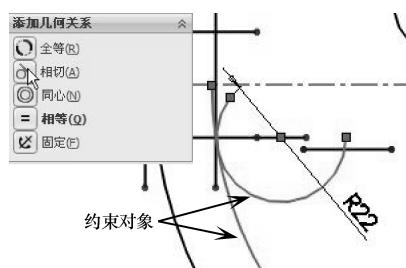

图 2-147 相切约束两圆弧
- 15 使用【添加几何关系】工具，选择如图 2-147 所示的两段圆弧，将其几何约束为【相切】。